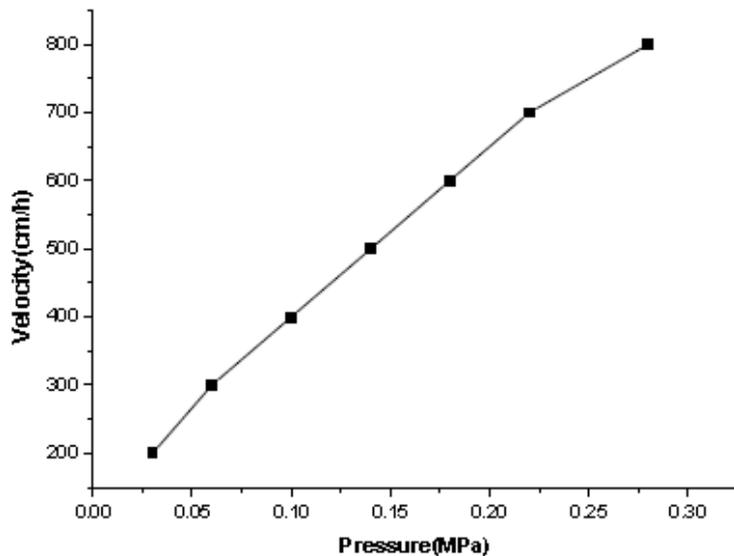

图 2.介质的压力/流速曲线 (层析柱 BPG300,柱高 20cm)
**Protein A Agarose Beads** 是以高度交联的 4%琼脂糖凝胶为基质，可以在相对较高的流速下进行单克隆抗体和多克隆抗体的纯化，其耐压性能见图 2，因此 **Protein A Agarose Beads** 适用于工业化抗体的大规模生产。